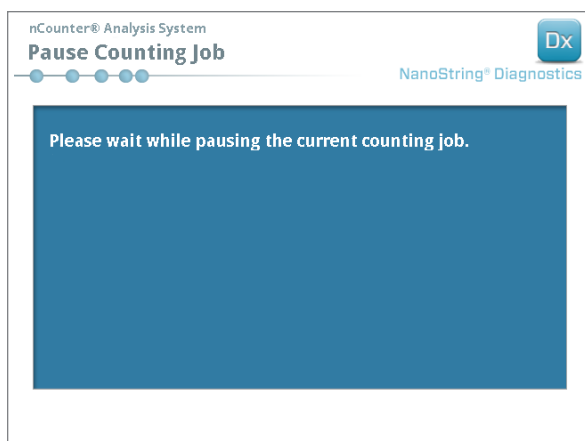

FIGURA 6.7: schermata di messa in pausa conteggio
6. Per aggiungere una cartuccia all'analizzatore digitale quando è già in corso il conteggio, toccare il pulsante **Pause** (Pausa) nella schermata "Counting Cartridges" (Conteggio cartucce). Potrebbero occorrere alcuni minuti affinché il Digital Analyzer raggiunga un punto in cui può fermarsi (**FIGURA 6.7**). Quando raggiunge questo punto, lo sportello si sblocca. Inserire la nuova cartuccia in un alloggiamento vuoto oppure rimettere una cartuccia che è già stata sottoposta a scansione. Toccare il pulsante **Resume** (Riprendi). Lo sportello dovrebbe richiudersi e riprendere il conteggio.